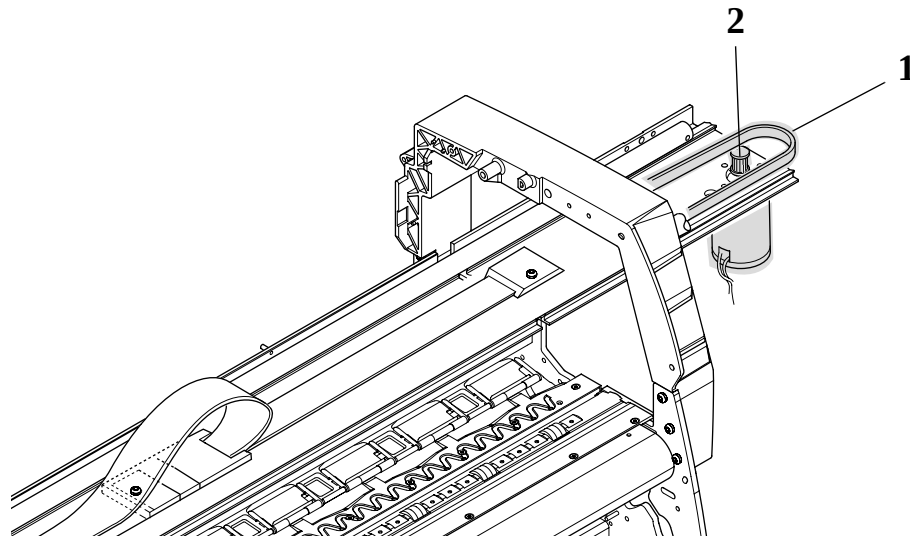

図 34 : テンショナ アッセンブリ
- 3 プリンタ右側で、ベルト モーター プーリー (部品2) からベルト (部品1) を取り外します (図34参照)。